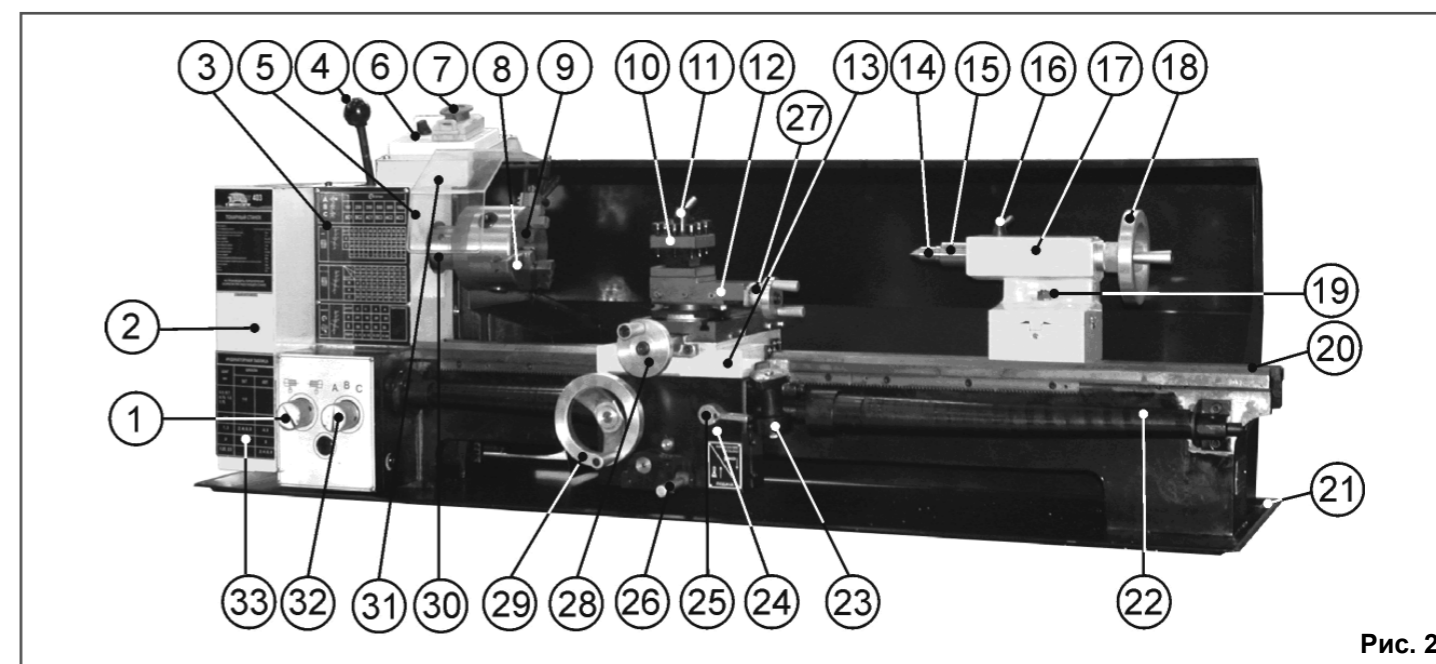

Рис. 2
#### 7.1. Станок состоит из следующих сборочных единиц и деталей (Рис. 2)
8.4. Установите пластиковую ручку (Ж) с осью ручки (Н), Рис. 1, на маховик подачи поперечного суппорта (28), Рис. 2.
8.6. В конус пиноли (15) задней бабки (17) установите центр Морзе №2 (14), Рис. 2.
8.7. Установите ручку (Д), Рис. 16, на рычаг натяжения ремня (4), как показано на Рис. 2.